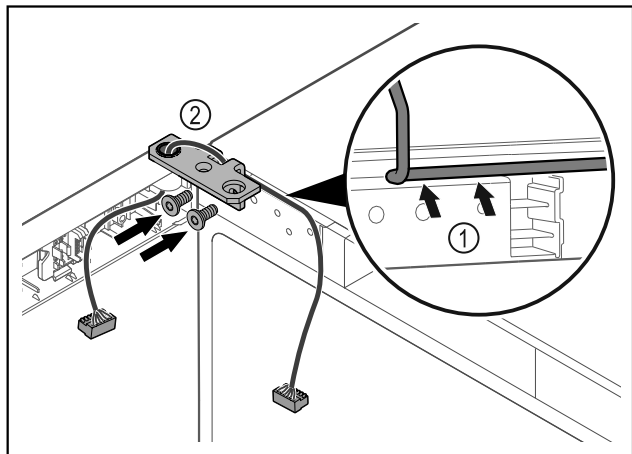

Fig. 41
- ▶ Вкарайте кабела през прореза на ъгъла на пантата и го положете внимателно Fig. 41 (1).
- ▶ Завинтете ъгъла на пантата Fig. 41 (2).